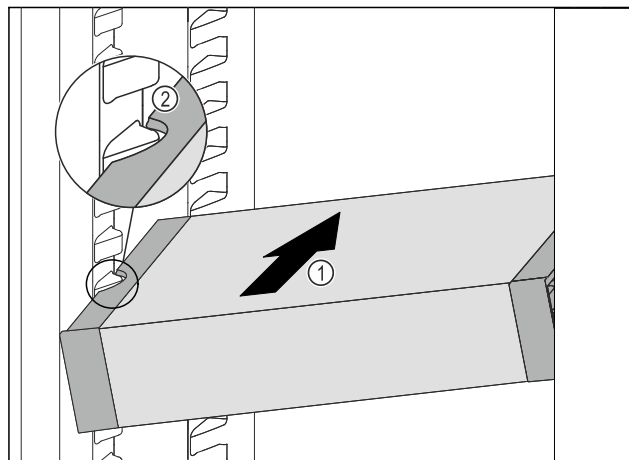

Fig. 175
- ▶ Вдвигайте VarioSafe под наклоном в холодильное отделение Fig. 175 (1), пока боковые выемки Fig. 175 (2) VarioSafe не окажутся на высоте выступа резервуара в холодильном отделении.